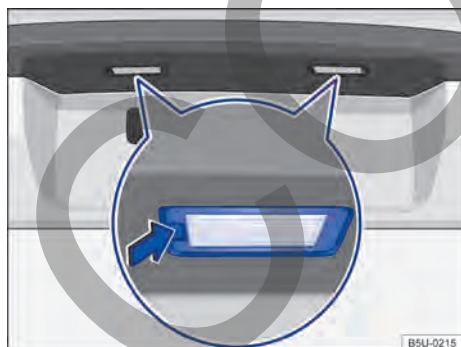

Fig. 184 En el paragolpes trasero: desmontar la luz de la placa de licencia.
2. Con el auxilio de un destornillador, presionar la traba → fig. 184 para remover el conjunto.